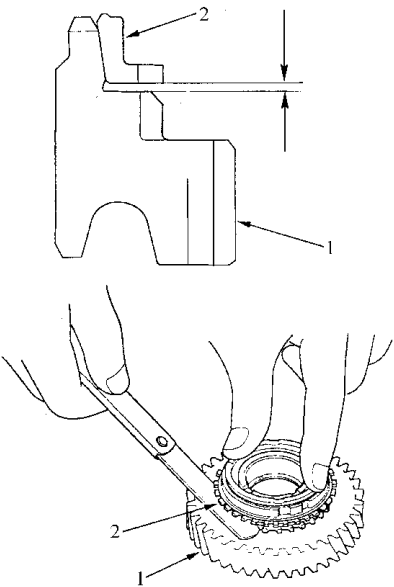

图 4-98 测量齿轮及其同步环之间的间隙
8) 如图 4-98 所示，逐个测量每个齿轮及其同步环之间的间隙。将同步环与齿轮靠牢，测量其间隙。